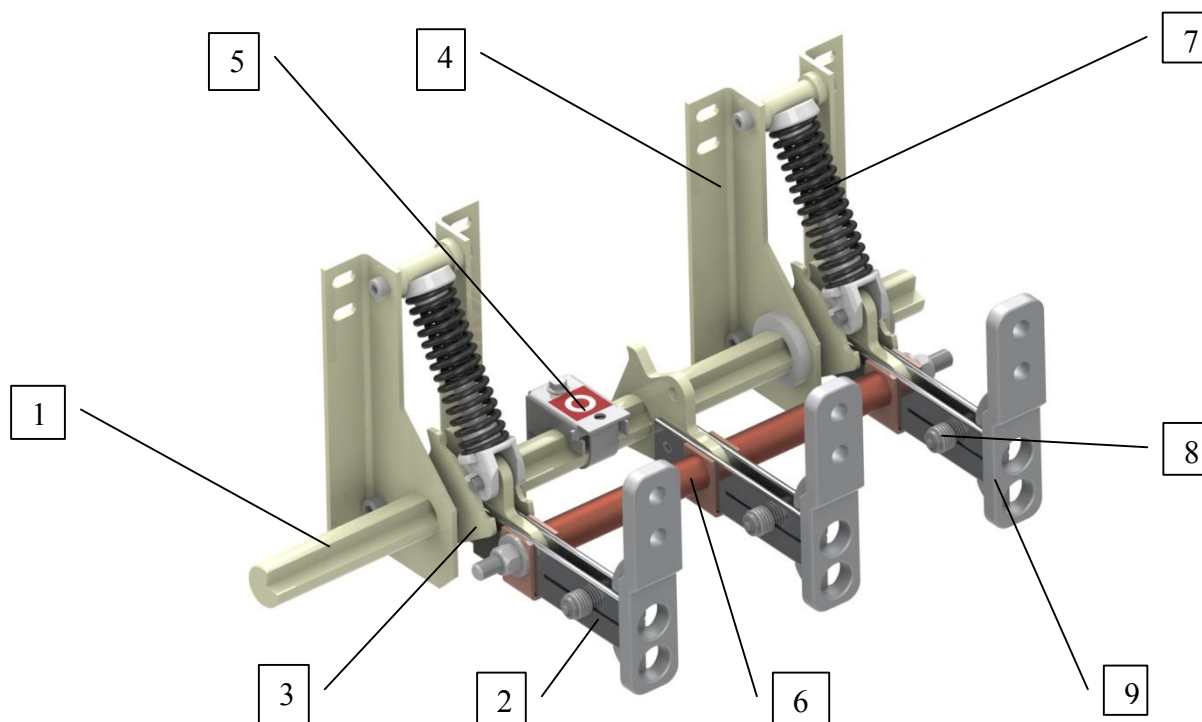
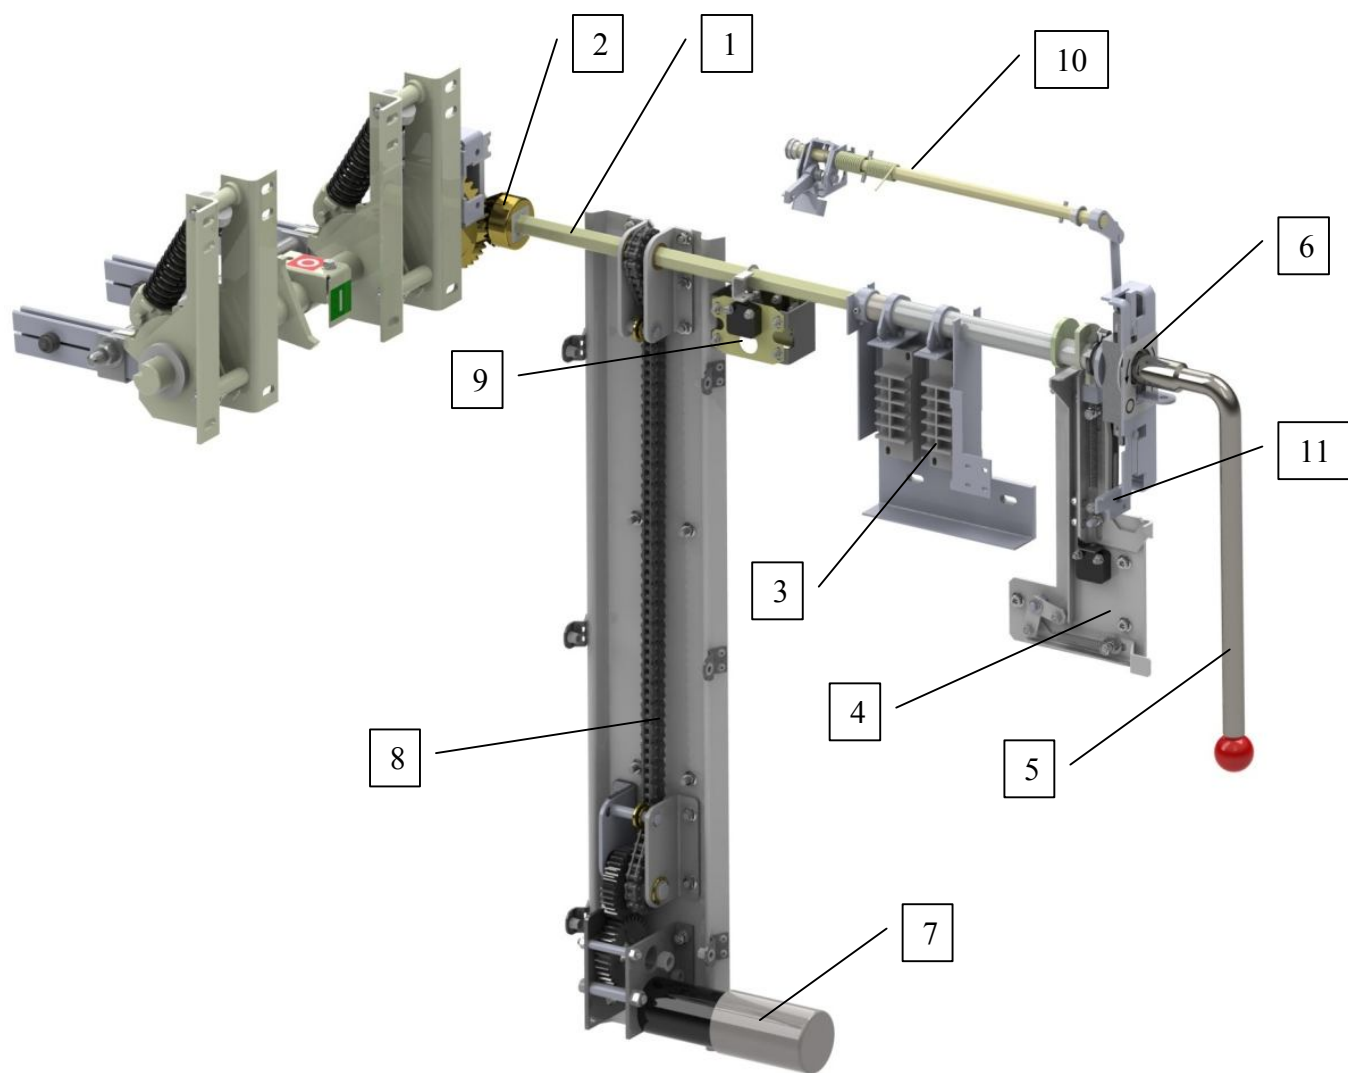

Рис. 2 Общий вид заземлителя
Рис. 4 Общий вид заземлителя с приводом.
1.4.1 Вал заземлителя 1 (Рис. 2), передающий движение подвижным контактам 2 через поворотные рычаги 3, вращается в отверстиях оснований 4. Основания жестко закрепляются на стенке распределительного устройства. На валу управления установлен механический указатель положения 5. Подвижные контакты жестко связаны между собой и электрически соединены токопроводящим стержнем 6. Каждая пара подвижных контактов имеет пружины поджатия 8, создающие необходимое усилие прижатия.
Фиксацию подвижных контактов, а также необходимые усилие и скорость включения заземлителя обеспечивают силовые пружины 7 (Рис.2).
1.4.3 Неподвижные контакты 9 (Рис.2) поставляются в комплекте с заземлителем и устанавливаются на токоведущих шинах распределительного устройства. Размеры и габариты присоединения неподвижных контактов указаны в Приложении 1.
1.5.3. В приводе с ручным управлением, вращение рукоятки оперирования 5 (Рис.4), передается через вал привода 1 и коническую зубчатую передачу 2, на вал заземлителя 1 (Рис.2). Блок контакты 3 (Рис.4), предназначены для передачи сигнала о положении заземлителя в схему вторичных соединений КРУ. Механическая блокировка 10 запрещает вкатывание выкатного элемента при включенном заземлителе и не позволяет производить оперирование заземлителем в рабочем и промежуточном положении выкатного элемента. Механическая блокировка 4 не позволяет производить открывание двери кабельного отсека при отключенном положении заземлителя, а так же не позволяет производить оперирование заземлителем при открытой двери. Габаритный чертеж привода приведен в Приложении 2.
1.5.4. В моторизованном приводе оперирование может производиться мотор – редуктором 7 (Рис.4), через цепную передачу 8 или рукояткой оперирования 5. Концевые переключатели 9 предназначены для отключения мотор – редуктора в крайних положениях вала
- выкрутить винты *установочных колец* (см. рисунок 2) на 8-10 оборотов;
2.2.8 Для регулировки указателя положения контактов необходимо ослабить стягивающий болт и затем установить положение указателя на валу управления (см. рисунок 2).